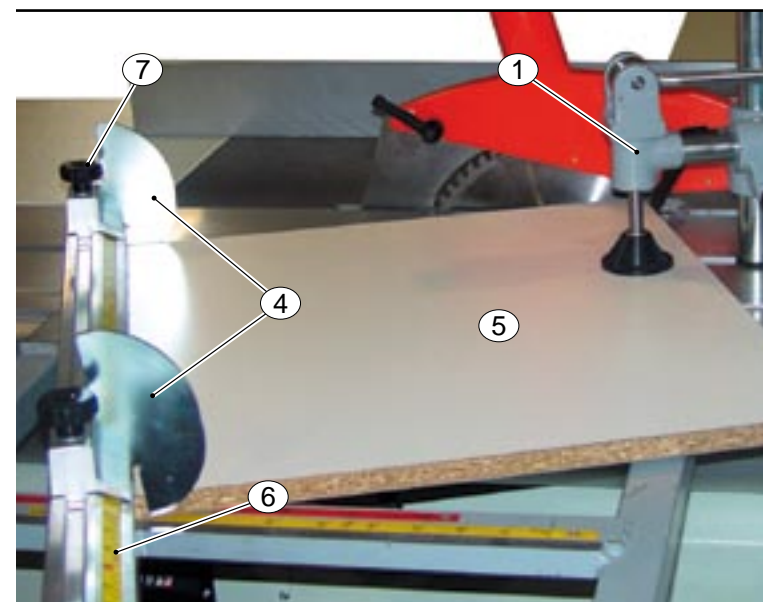

Fig. 6.6
6.6 LAVORAZIONE DI SQUADRATURA DEI PANNELLI FIG. 6.6